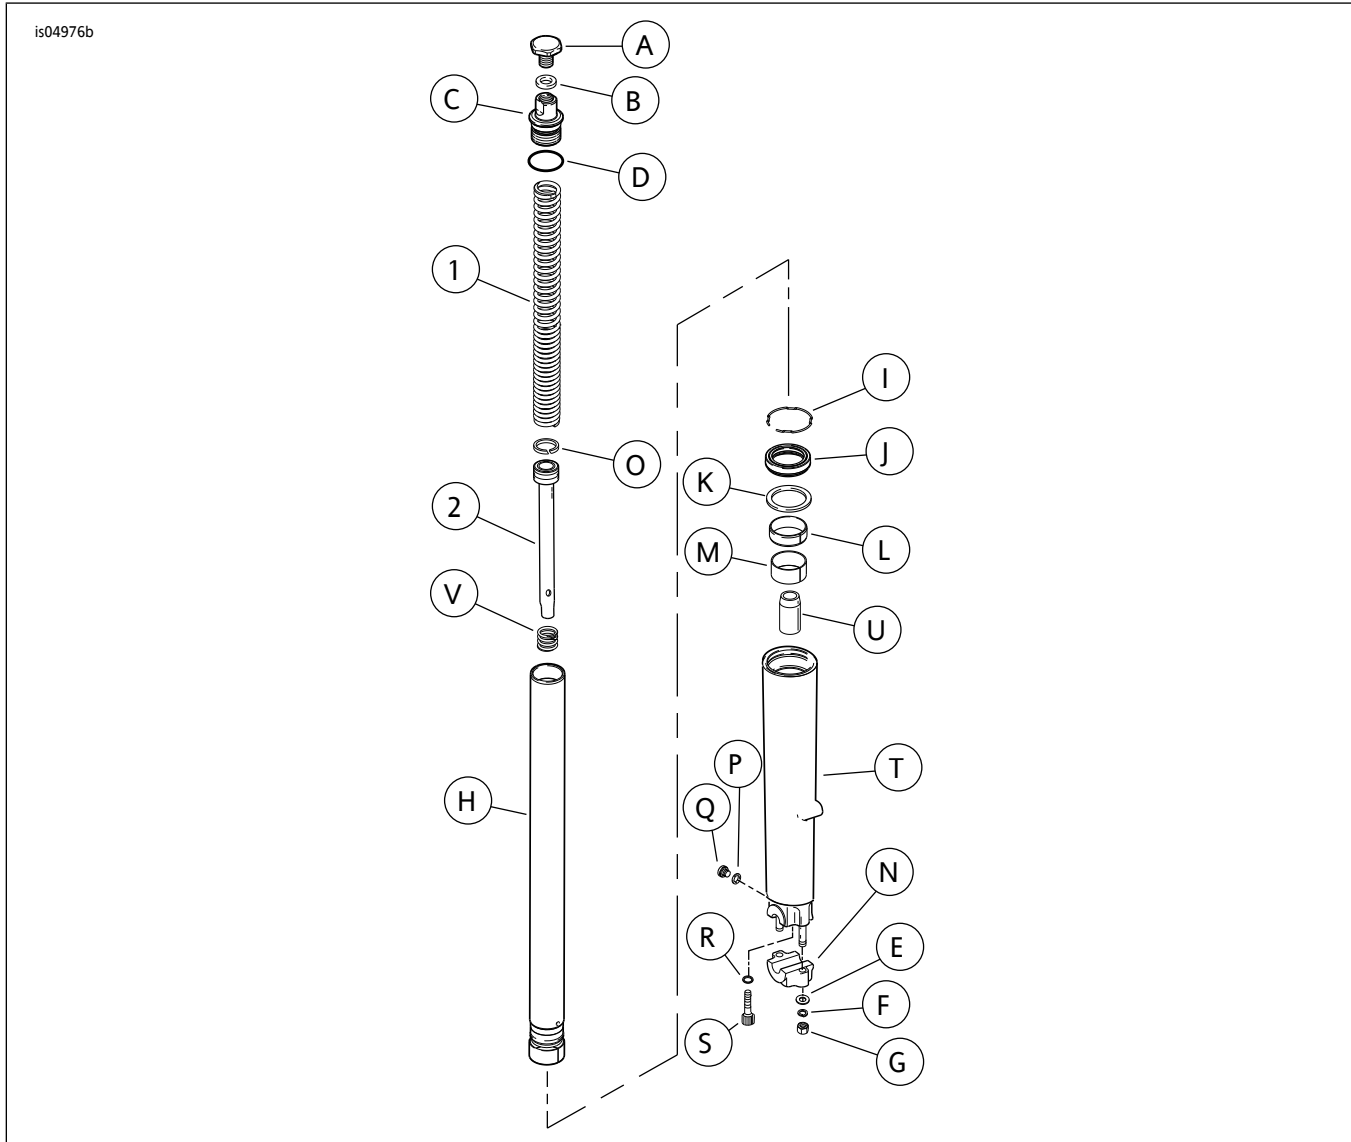

图6. 维修零件：路王前端下移套件
- 参见图6。从前叉滑管(T)端的螺柱上拆下螺母(G)、锁紧垫圈(F)、平垫圈(E)和车轴座(N)。
参阅图6了解步骤4-16。
参阅图6了解以下程序。